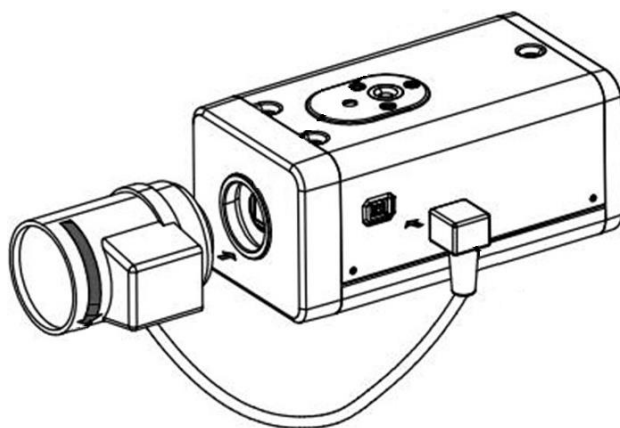

Рисунок 1
2.2 Присоедините объектив и поверните его по часовой стрелке для надежного закрепления (рис.1).
2.3 Если вы используете объектив с автоматической регулировкой диафрагмы, вставьте разъем кабеля объектива в разъем АРД (автоматическая регулировка диафрагмы) на боковой панели устройства (рис.1).